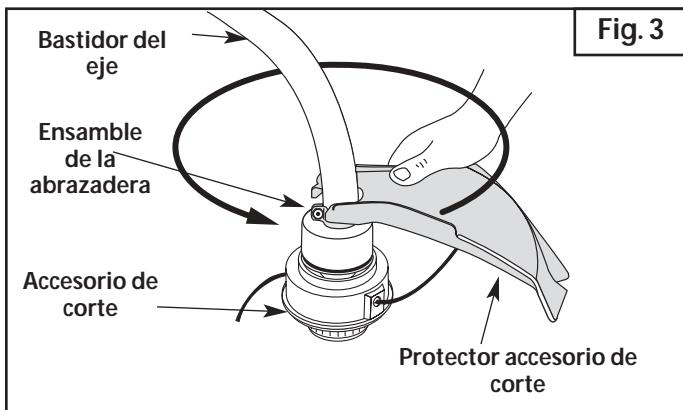

Fig. 3
- Coloque el protector accesorio de corte sobre el bastidor del eje sobre el ensamble de la abrazadera (Fig. 3).
- Empuje el protector accesorio de corte hacia abajo hasta la parte superior del ensamble del accesorio de corte y luego gire el protector accesorio de corte 180°. Alinee los 4 orificios de los tornillos y calce el protector accesorio de corte en forma segura en la cavidad cóncava (Fig. 3).